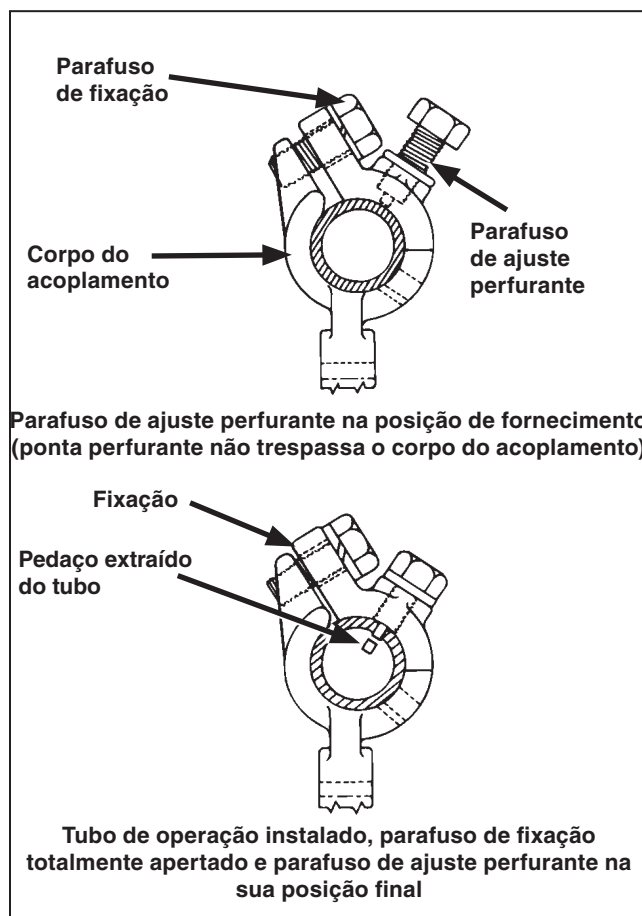

Figura 11. Instalação dos acoplamentos dos tubos com parafusos de ajuste perfurante.
PASSO 8. O tubo de operação interfases, o tubo vertical de operação e a alavanca rotativa de operação usam parafusos de ajuste perfurantes (*piercing set screws*) para obtenção de fixação segura entre os acoplamentos e os tubos de operação. Ver Figura 11. Antes de instalar as seções dos tubos de interfases, verifique se a ponta cortante de cada parafuso de ajuste perfurante não trespassa o corpo do acoplamento.